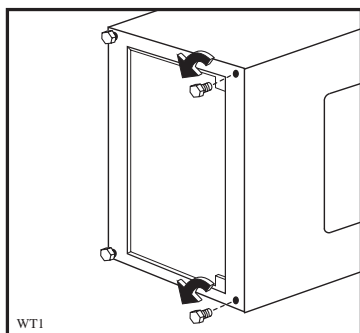

рис. 1
- Снимите передние ножки (рис. 1) и замените их на соответствующие резиновые ножки (рис. 1а).
рис. 1а